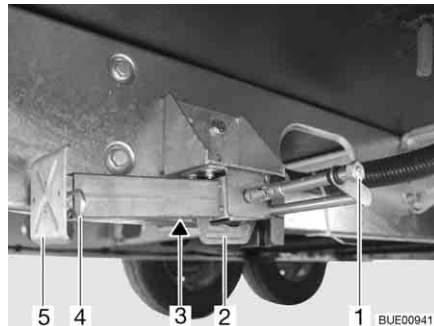

Bild 32 Stödben
- Placera hylsnyckeln på sexkanten (Bild 32,1) och vrid runt den tills stödbenet står rakt neråt.
- När längden på stödbenet kan justeras, dras sprinten (Bild 32,4) ut ur stödbenets förlängning (Bild 32,5).
- Placera hylsnyckeln på sexkanten (Bild 32,1) och vrid runt den tills stödbenet inte längre sitter mot marken.
- Skjut in stödbensförlängningen (Bild 32,5) helt och sätt in sprinten (Bild 32,4) i borrhålet på stödbensförlängningen.
- Vrid sexkanten (Bild 32,1) tills stödbenet svängs uppåt och spåret (Bild 32,2) är helt vid slutet av skåran (Bild 32,3).